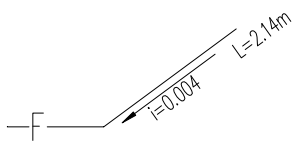

图 6-65 标管长度
- “标管长度”选项: 勾选该项, 可以在标注管道坡度的同时标注管道的长度, 如图 6-65 所示。